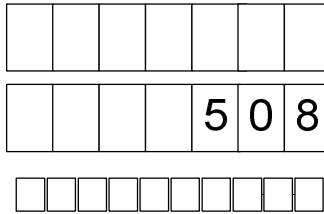

Рисунок 8
11.4 После пуска установки значение заданной дозы обнуляется, устройство подает напряжение питания на МП, КМР и КБР. Во время отпуска топлива устройство получает от ДРТ сигнал в виде импульсов, количество которых пропорционально отпущенному количеству топлива, и отображает величину отпущенной на текущий момент дозы (рисунок 8).